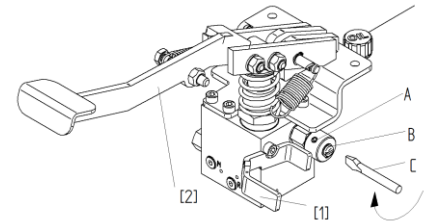

Fig. 4
- Afloje el tornillo de fijación (A)
- Ajuste el eje de descenso (B) con un destornillador (C)
- Fije la posición con el tornillo de fijación (A) (consulte la Fig. 4)